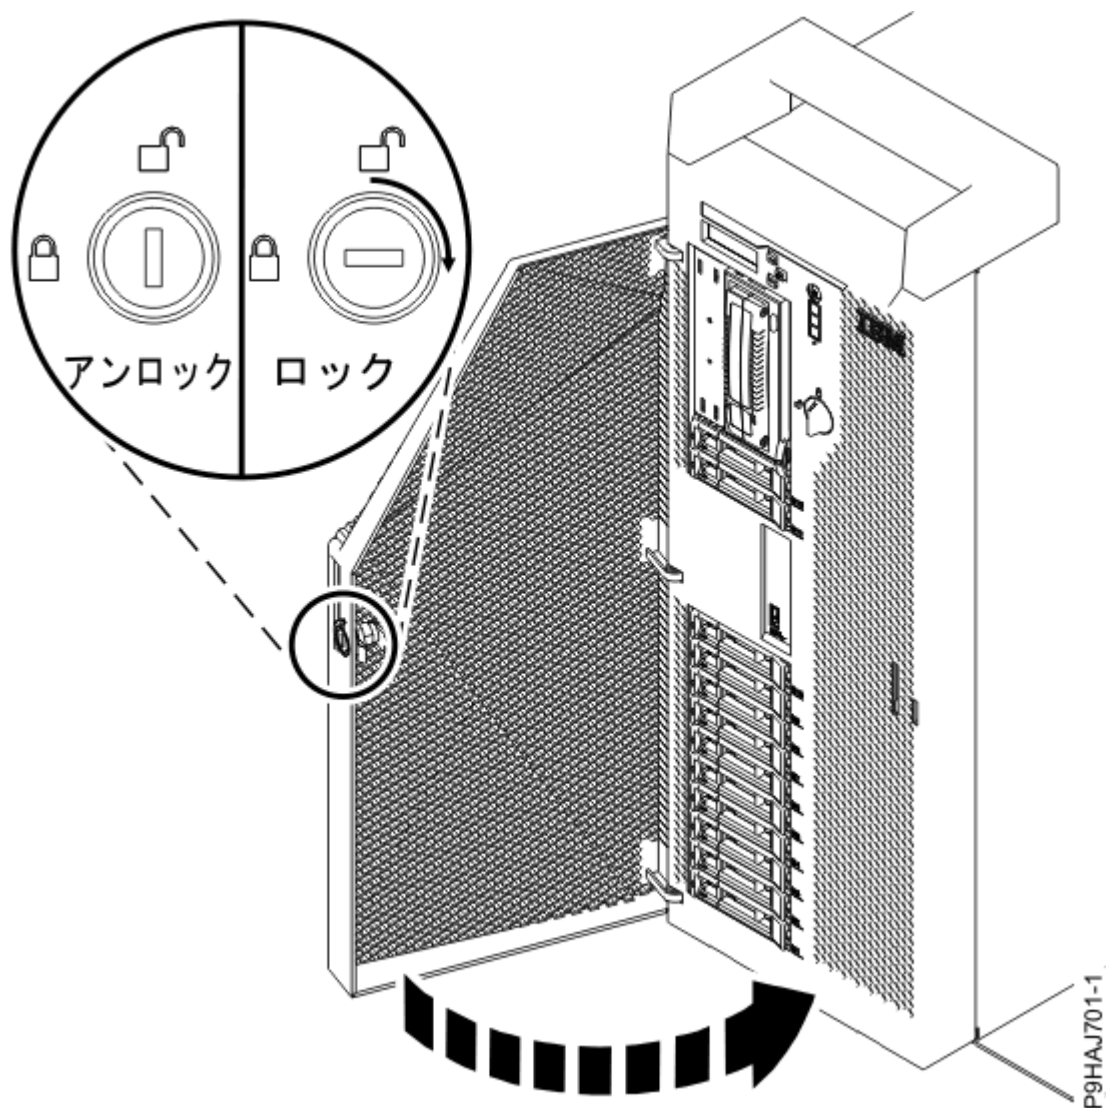

図 32. 前面ドアのロックング
- e) 前面ドアを閉じます。前面ドアの鍵をロックに差し込みます (34 ページの図 32 を参照)。鍵を右 (時計回り) にひねって、ドアをロックします。水平方向がロック状態で、垂直方向がアンロック状態です。